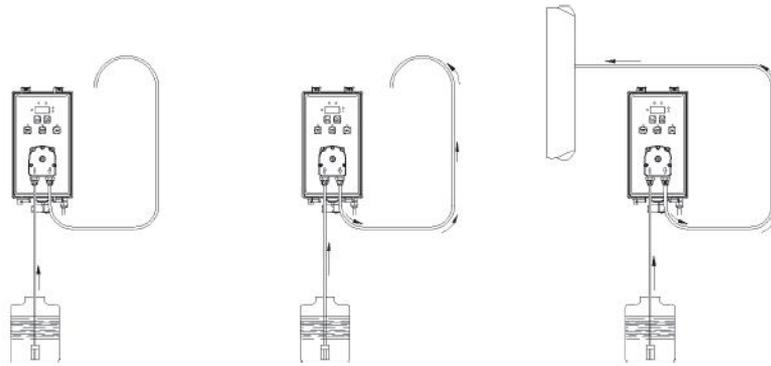

Fig. 5
e.- Antes de fixar a mangueira de descarga no sistema, escorvar a bomba dosadora como na seqüência da Fig. 5. No caso de dificuldade na escorva da bomba, aspirar pelo nipple de descarga com uma seringa normal e com a bomba em funcionamento, até que se veja sair o líquido na seringa ou na mangueira de descarga. Para conexão nipple de descarga-seringa, usar um pedaço da mangueira de sucção.